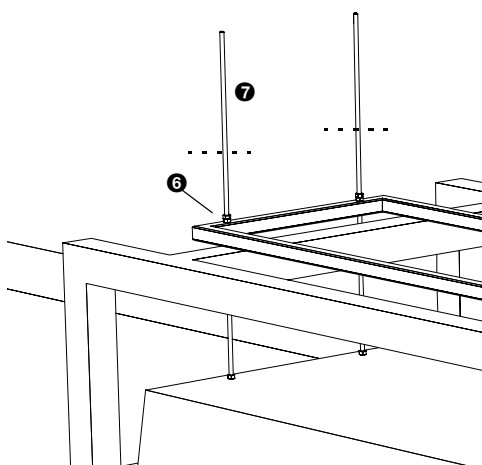

Abbildung 3-4 Fertigstellung der Aufhängung
2. Jede Mutter ist zu sichern, indem Sie eine Kontermutter ⑥ an den Gewindestangen anbringen (Abbildung 3-4).
3. Die überschüssigen Enden ⑦ der Gewindestangen absägen (Abbildung 3-4). Ca. 10 cm übrig lassen.